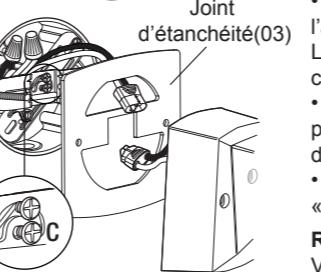

FIG. 3
Fixez le joint d'étanchéité (03) au support de fixation (02) de façon à ce que les vis du support de fixation passent au travers du joint. FIG. 3